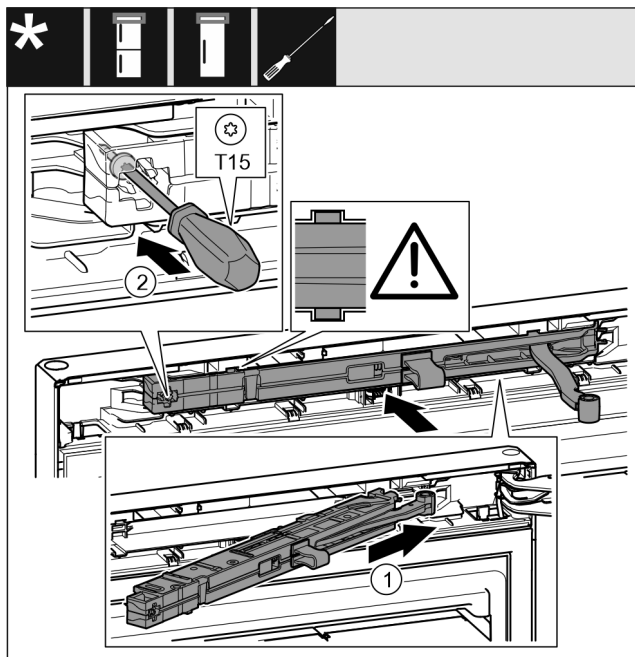

Fig. 20
- ▶ Enoto blažilnikov za zapiranje vrat na strani ležajnega podstavka potisnite v odprtino do prislonu. Fig. 20 (1)
- ▶ Trdno privijte vijak z izvijačem T15. Fig. 20 (2)